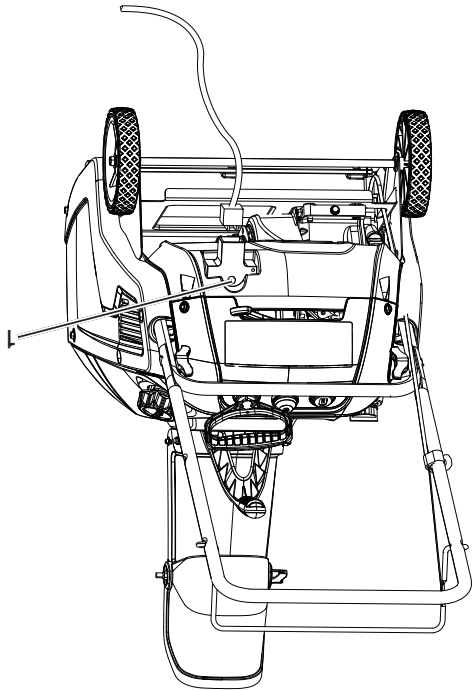

Figure 12
6. Débrancher la rallonge de la source d'alimentation et de la souffluse à neige (Figure 12).
4. Tirer le lanceur à enrouleur ou si votre souffleur à neige est équipé d'un démarreur électrique, brancher une rallonge au souffleur à neige et brancher l'autre extrémité dans une prise d'alimentation à trois trous 110 volts c.a., puis appuyer sur le bouton du démarreur électrique (Figure 12).